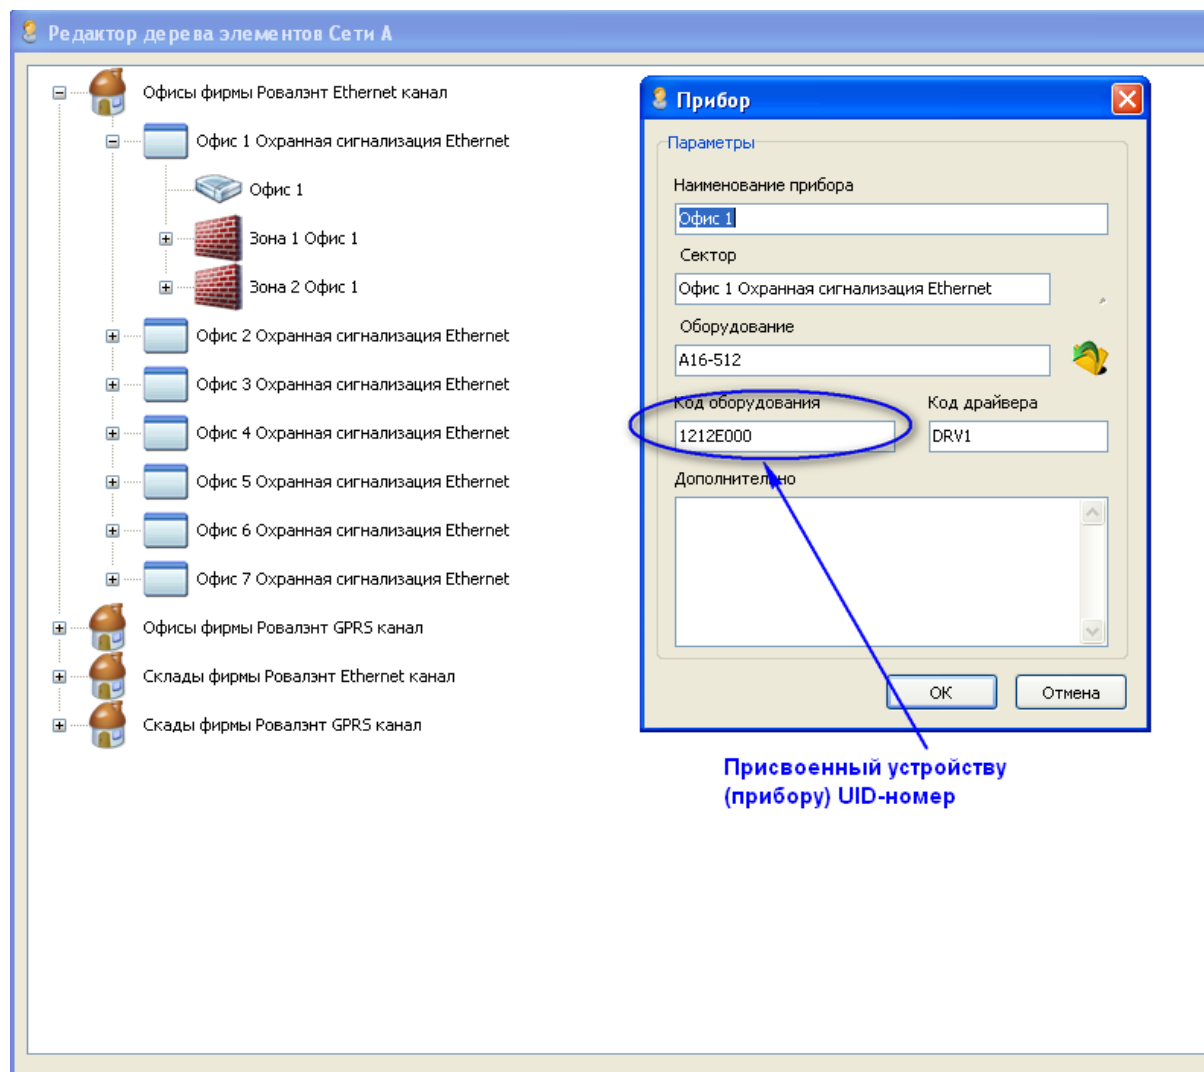

Рис.75 – Добавление UID-номера объекта в программном модуле АРМ ДО Сеть
**ВНИМАНИЕ!** Добавление UID-номера объекта в программном модуле «АРМ ДО Сеть» в режиме конфигурирования **обязательно!!!** (Рис.75)